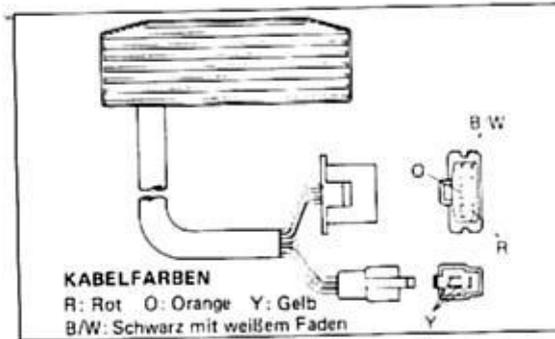

Bild 71
- Stecker von Gleichrichter/Regler (Einbaulage unter Fahrersitz) abziehen und Widerstandswerte an Steckern (Bild 71) nach Tabelle / Bild 72 messen.